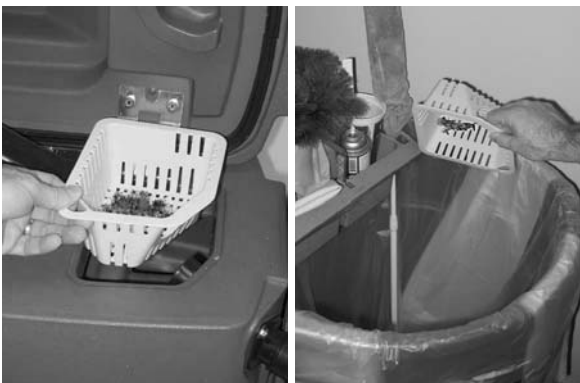

FIG. 42
2. Retirez le bac à déchets et nettoyez-le (Figure 42)